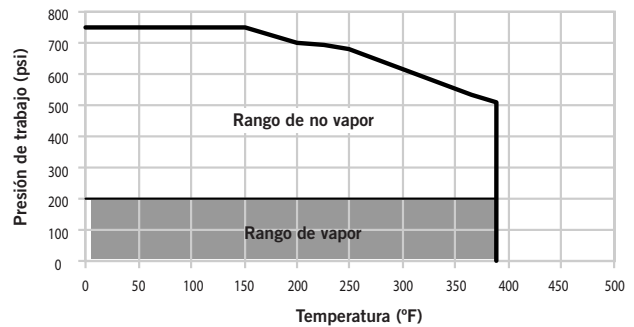

Figura 1: Espesor Schedule 40 y 80 y Equivalente Tubo de acero al carbono métrico y de acero inoxidable Schedule 40S Tubo de acero
- En aplicaciones sin vapor con tubos de acero al carbono Schedule 40 y 80 y métrico equivalente o tubos de acero inoxidable Schedule 40S, las juntas del acoplamiento Estilo 870 admiten una presión de trabajo desde el vacío total (29,9 pulg. Hg/760 mm Hg) hasta 740 psi/5102 kPa, dependiendo de la temperatura máxima del sistema. Consulte en la Figura 1 los rangos de presión/temperatura.